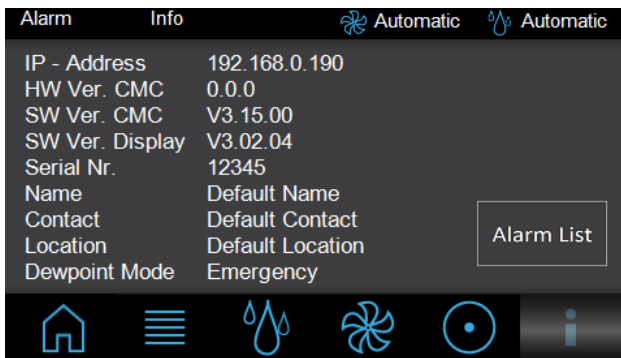

Рис. 92: Страница "Info"
- С помощью кнопок цифрового блока введите серийный номер агрегата. Серийный номер можно увидеть на странице "Info" (рис. 92) в пункте "Serial Nr."